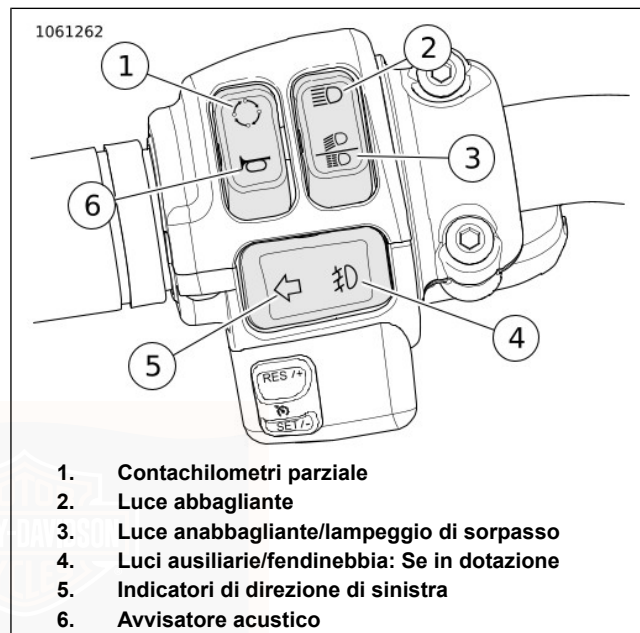

Figura 23. Modulo dell'interruttore di sinistra (tipico)
Vedere Figura 23. Il pulsante del contachilometri parziale (1) attiva il contachilometri parziale. Il pulsante del contachilometri parziale consente anche di spostarsi tra le schermate opzionali del display del contachilometri. Con il commutatore di accensione in posizione di spegnimento, l'interruttore del contachilometri parziale attiva i display dell'ora o del contachilometri. Fare riferimento a Tabella 28.
Vedere Figura 23. Premere l'interruttore della luce abbagliante (2) per accendere la luce abbagliante. L'accensione della spia di colore blu della luce abbagliante indica l'accensione della luce abbagliante. Fare riferimento a Tabella 28.
Luce anabbagliante: vedere Figura 23. Premere la parte inferiore dell'interruttore (3) per accendere la luce anabbagliante.
Vedere Figura 23. Premere l'interruttore delle luci ausiliarie/fari fendinebbia (4) per attivarli. Vedere Tabella 28
Attivare: vedere Figura 23. Premere l'interruttore dell'indicatore di direzione di sinistra (5) per attivare l'indicatore di direzione di sinistra. Fare riferimento a Tabella 28.
Vedere Figura 23. L'avvisatore acustico viene azionato premendo il pulsante dell'avvisatore acustico (6). È possibile azionare l'avvisatore acustico per 10 secondi alla volta. Se si tiene premuto l'interruttore più a lungo, l'avvisatore acustico si disattiva automaticamente. Fare riferimento a Tabella 28.